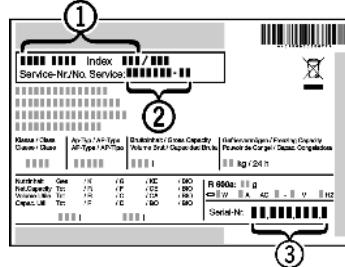

Fig. 56
- ▶ Считать обозначение устройства *Fig. 56* (1), сервисный номер *Fig. 56* (2) и серийный номер *Fig. 56* (3) с заводской таблички. Заводская табличка находится внутри устройства слева.